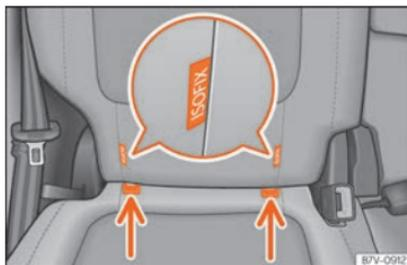

Fig. 39 Version 2 : identification des points d'ancrage du siège pour enfant sur le siège du véhicule.
- Encastrez le siège pour enfants dans les anneaux de retenue » » **fig. 39**, dans le sens de la flèche. Le siège pour enfants doit s'encastrier de manière sûre et audible.
- Placez le siège pour enfants sur la banquette et fixez les crochets des ceintures de fixation dans les anneaux de retenue » » **fig. 39**.